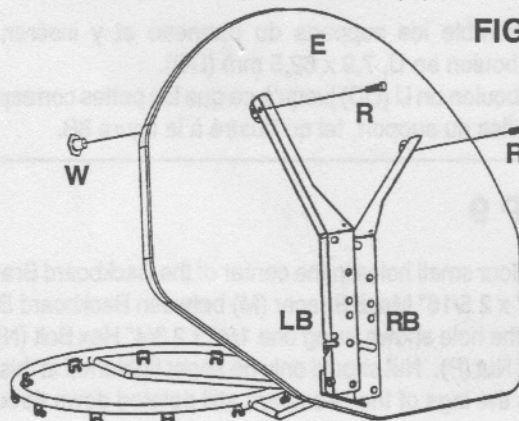

FIGURE 11B
- Securely tighten the tops of the Backboard Brackets (LB & RB) to the top holes in Backboard (E) using two 5/16" x 3/4" Hex Bolts (R) and two 5/16" Hex T-Nut (W) (Figure 11B).
- Fixez le haut des supports de panneau (LB & RB) aux trous supérieurs de celui-ci (E) au moyen des boulons hexagonaux (R) de 7,9 x 19 mm et des écrous pour rainure à T (W) de 7,9 mm (Figure 11B).